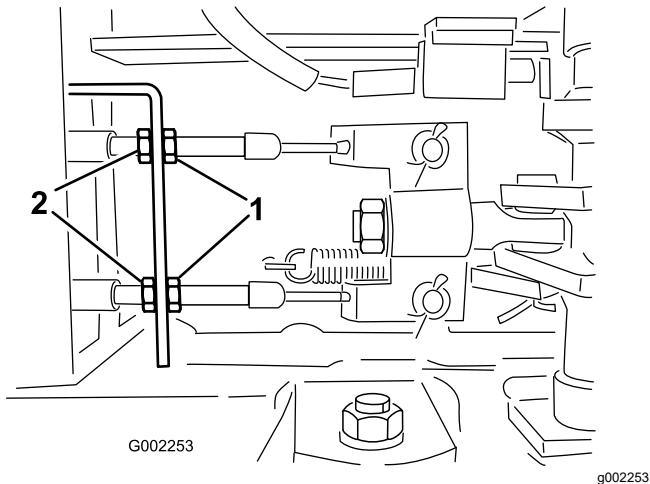

Figura 105
5. Afloje las contratuerzas delanteras de los cables de freno, debajo del extremo delantero del fumigador (Figura 105).
6. Apriete las contratuerzas traseras en la misma cantidad hasta que el pedal de freno recorra entre 1 a 2 cm antes de que se note resistencia (Figura 105).